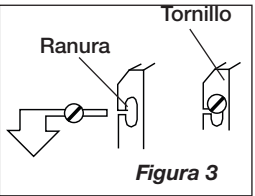

Figura 3
4. Instale el Ventilador en la ventana enganchando las Ranuras en los Tornillos en el marco de la ventana. Deslice el Ventilador hacia abajo en los Tornillos hasta que descanse sobre la parte inferior del marco. *(Figura 3)*